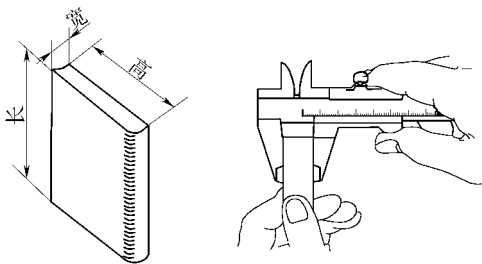

图 15-52 用游标卡尺测量刮片的高度
(1) 检查刮片。检查刮片是否已磨损或损坏,使用游标卡尺测量刮片的高度、宽度和长度,如图 15-52 所示。